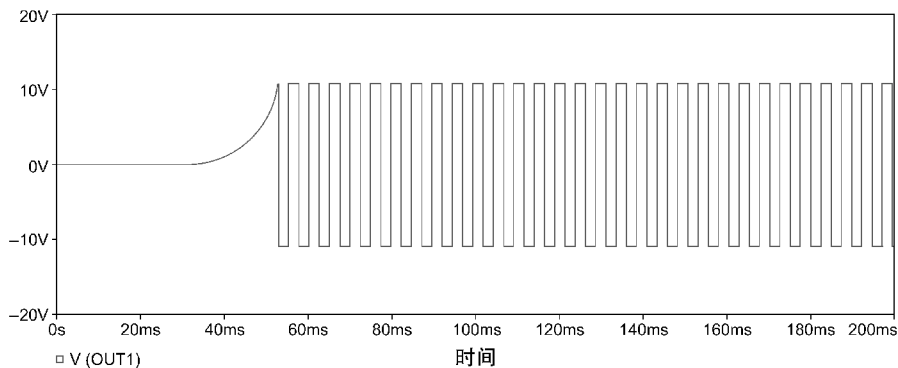

图 20.39 参数 RVAL 设置为 100k 时的振荡波形
9. 把 RVAL 的参数值修改为 100k，对电路重新运行仿真。如图 20.39 所示，在屏幕图形显示窗口中将会看到振荡器的振荡周期发生了变化。